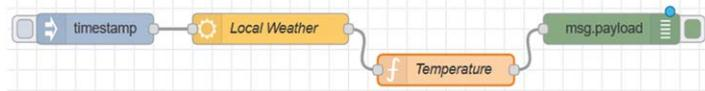

Figure 4.47 Joindre les quatre nœuds
- Créer un **déboguer** nœud. Joignez les 4 nœuds comme dans la figure 4.47. Cliquez **Déployer**.